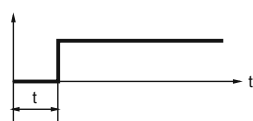

Рис.2
- обратный отсчет (\square) - при включении устройства исполнительное реле включается по истечении установленного времени t , (рис.2).